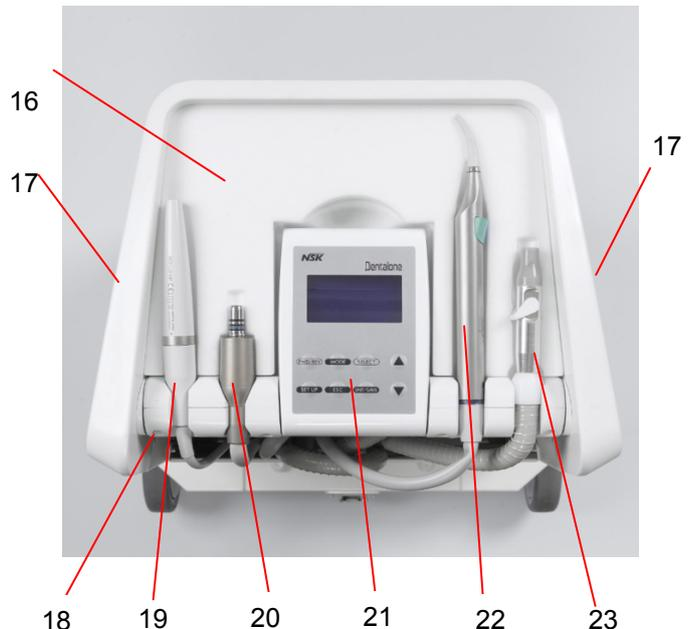

Fig. 9
(de gauche à droite : Déstartreur (19); moteur (20); seringue multifonction (22); aspiration (23)) (Fig. 9).